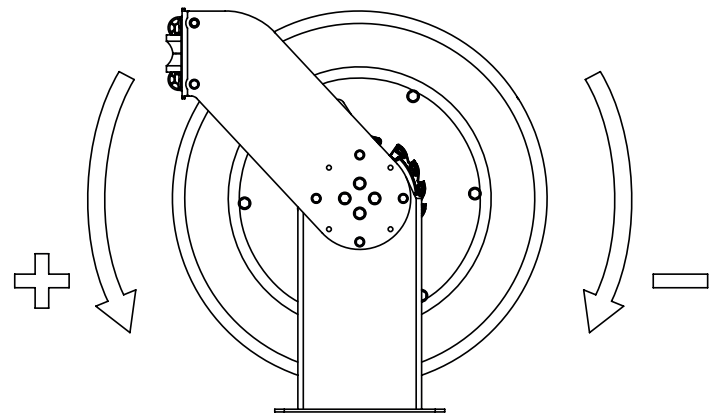

FIG. 5
6. Apply the pre-tension to the power spring by turning the spool the number of turns indicated below, depending on the power spring version and the hose length (fig. 5):
6. Aplique la pre-tensión al resorte, girando el tambor el nº de vueltas indicado dependiendo de la longitud de manguera (fig. 5):
6. Pour appliquer la pré-tension du ressort, tourner le tambour le nombre de tours indiqués dans le tableau ci-dessous en fonction de la puissance du ressort et de la longueur du flexible (fig. 5):
6. Spannen Sie die Schlauchfeder vor, indem Sie abhängig vom Trommelfedertyp und der Schlauchlänge die angegebene Anzahl von Drehungen an der Schlauchtrommel ausführen (Abb. 5):
4. Turn the spool to increase or decrease the power spring tension (fig. 5).
4. Faites tourner l'enrouleur pour augmenter ou diminuer la tension du ressort (fig. 5).
4. Haga girar la bobina para incrementar o disminuir la tensión (fig. 5).
4. Drehen Sie die Schlauchtrommel, um die Federspannung zu erhöhen oder zu reduzieren (Abb. 5).